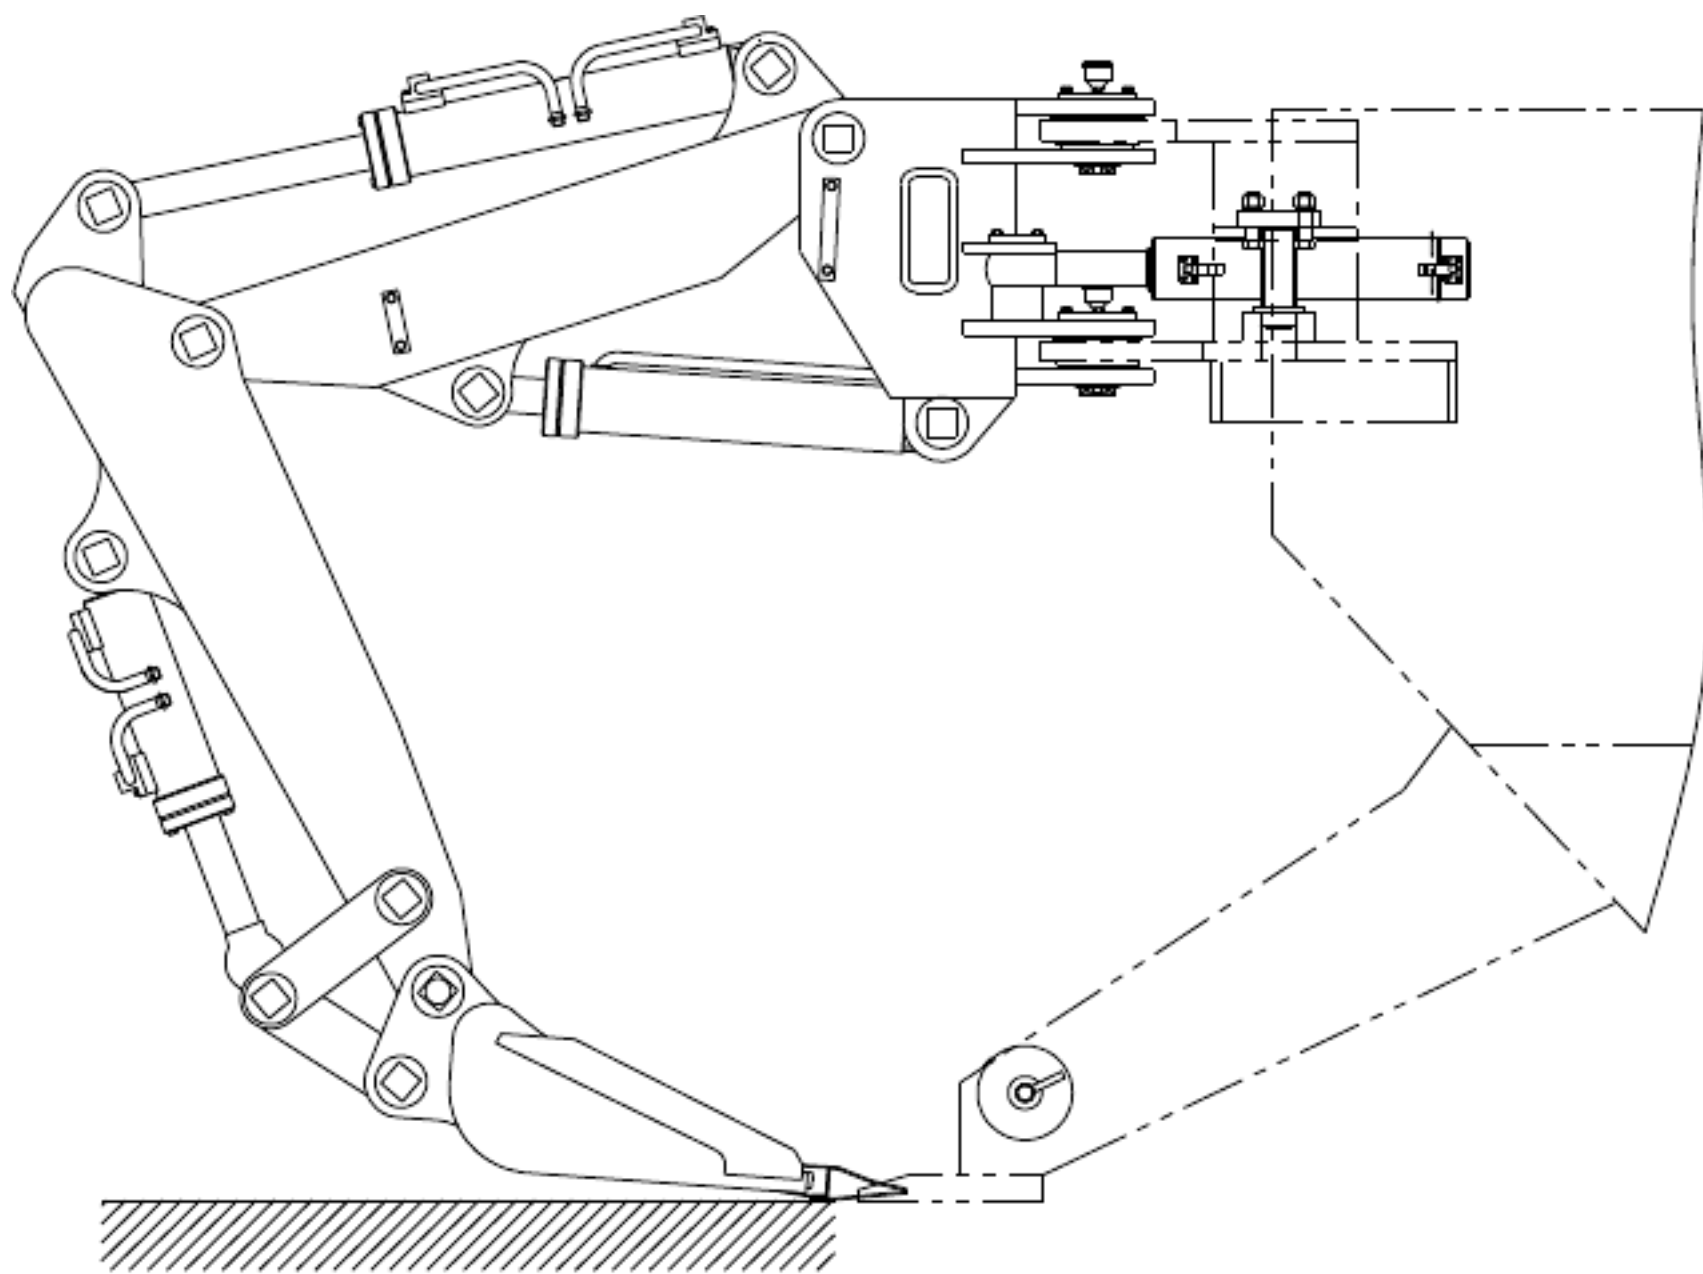

图 2-4 机器停放示意图
- (1) 本机工作时，非操作人员和设备都不能靠近，以免发生事故。
- (2) 机器行走时地面要清除大于 250 毫米的硬物。
- (3) 机器行走时要及时收放电缆，收缆时要清开电缆附近的人员，以免带倒，严禁挤压电缆。
- (4) 在爆破之前，机器应停在距离爆破点 50 米以外处。
- (5) 机器停放时，最好使铲斗和小臂伸出轻轻碰到限位块、大臂放下至斗齿刚好碰到地面，运输槽降至最低位置（见图 2-4 机器停放示意图）。其目的是让油缸密封件卸荷，尽量延长其使用寿命。